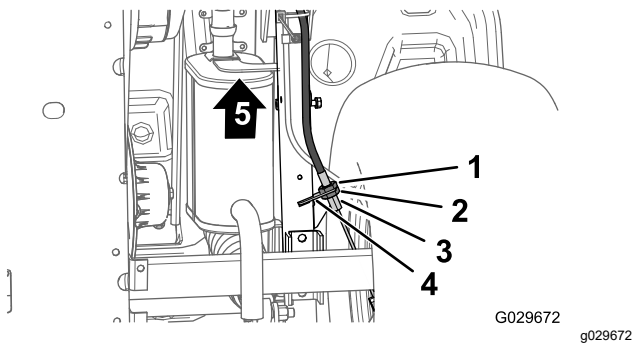

Figura 68
3. Na parte inferior da máquina, desaperte a porca de bloqueio traseira para o ajustador roscado do cabo do travão de estacionamento 4 voltas (Figura 68).
4. Aperte a porca dianteira (Figura 68).
- A. Desaperte a porca de bloqueio frontal (Figura 68) para o ajustador roscado do cabo do travão de estacionamento 1 volta.
- B. Aperte a porca traseira (Figura 68).
- A. Desaperte a porca de bloqueio traseira (Figura 68) para o ajustador roscado do cabo do travão de estacionamento 1 volta.
- B. Aperte a porca dianteira (Figura 68).